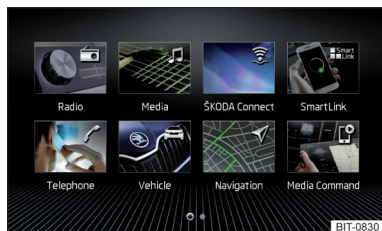
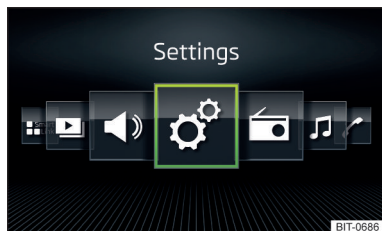

Fig. 132
Fig. 133
- Seleccionar la opción **Visualización de la trama** » fig. 132 o **Visualización horizontal** » fig. 133.